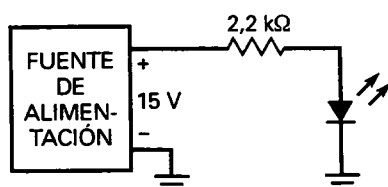

Figura 5-38
- 5-25. ¿Cuál es el valor de la corriente por el LED de la Figura 5-38?
- 5-26. Si la tensión de fuente en la Figura 5-38 aumenta a 40 V, ¿qué corriente circulará por el LED?
- 5-27. Si el valor de la resistencia disminuye a 1 k Ω , ¿qué corriente tendrá el LED de la Figura 5-38?
- 5-28. El valor de la resistencia en la Figura 5-38 disminuye hasta que la corriente en el LED es igual a 13 mA. ¿Cuál es el valor de la resistencia?